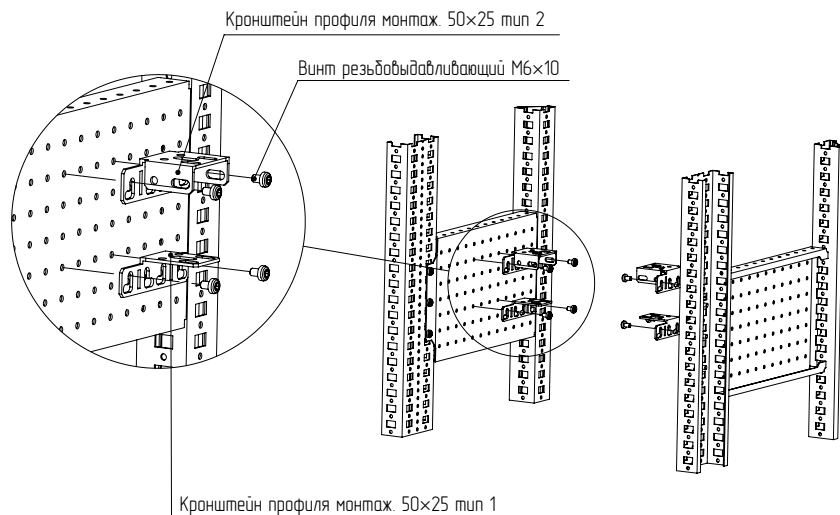

Рисунок 80
4.27.3 Установить кронштейн профиля монтажного тип 1 (2) на панель монтажную боковую перфорированную винтами М6×10 на нужной высоте (рисунок 80). Момент затяжки – 7 Н·м. Монтажная плоскость кронштейнов должна быть на равном удалении от плоскости крыши.